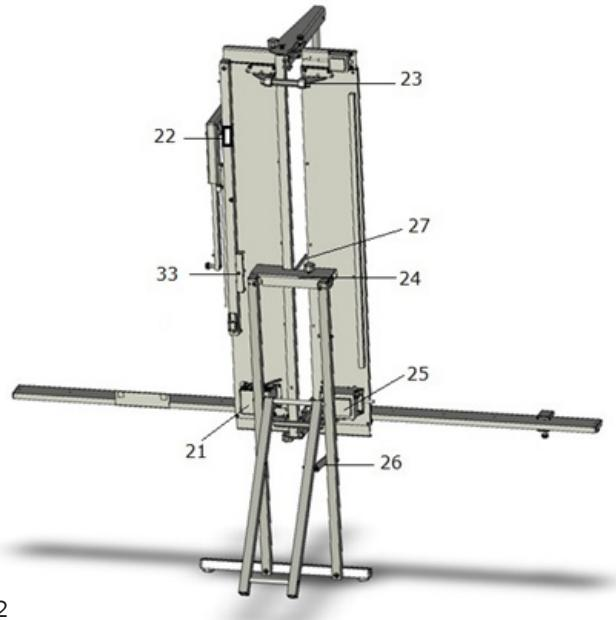

Fig. 2
- Utilisez la poignée prévue à cet effet (33, Fig. 2).
- Dépliez le support comme indiqué sur la fig. 2 et fixez le système de blocage (26) pour assurer une position stable.
- Ouvrez le verrou de sécurité sur le support à l'arrière de l'appareil (24, Fig. 2), et accrochez-le à la barre supérieure du support.
- Fermez le verrou de sécurité sur le support de l'appareil (24, Fig. 2 + 3) et vissez-le à fond.
- Déverrouillez le blocage (26).
- Posez l'appareil avec le support d'appui (23) contre le mur de la maison.
- Ouvrez le verrou de sécurité sur le support à l'arrière de l'appareil (24, Fig. 2 + 3) et accrochez-le dans le montant supérieur de la lisse arrière.
- Le transformateur (25) et la boîte de rangement (21) entrent alors en contact avec le montant inférieur de la lisse arrière.